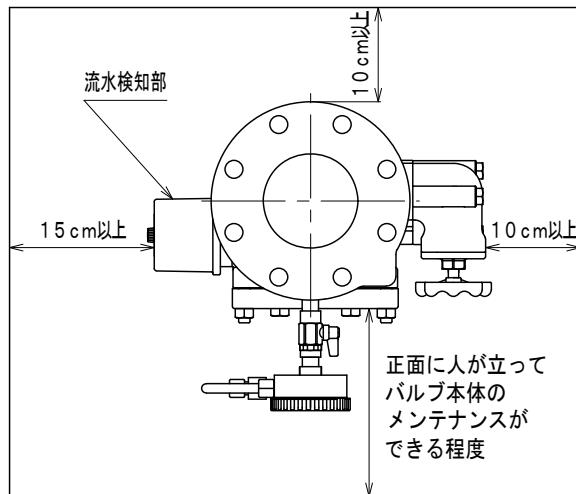

図6. 必要メンテナンススペース
(1) 据付前準備
①流水検知装置を据え付ける前に図6で示す必要メンテナンススペースを確保してください。特に、流水検知部の側面から15cm以内に配管や電線管などの障害物があると、流水検知部のカバーの取り外しや作動信号の停止およびメンテナンスなどを行うことが出来なくなります。